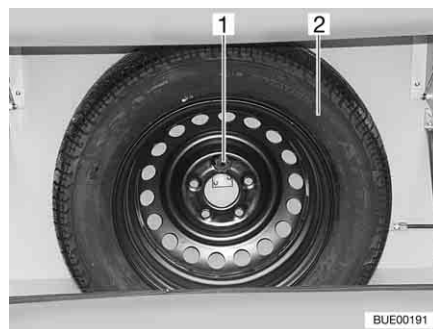

Bild 212 Reservhjulshållare
Reservhjulshållaren är monterad i gasboxen. Reservhjul erhålls (Bild 212,2) mot extrakostnad.
- Bulten (Bild 212,1) lossas.
- Reservhjulet (Bild 212,2) tas ut.